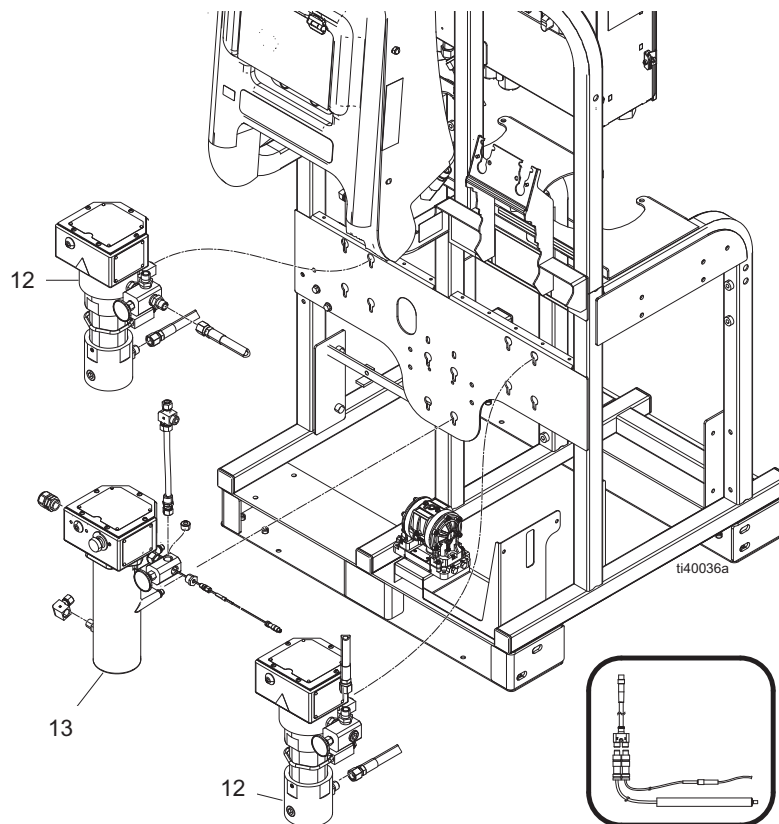

ABB. 8: Heizungen am Systemmodul
5. **Systemmodul-Heizungen:** Siehe ABB. 8. Lösen Sie die vier Befestigungsschrauben, Sicherungsscheiben und Unterlegscheiben auf der Rückseite des Heizgeräts (12 oder 13), mit denen es am Systemrahmen befestigt ist. Lassen Sie das Heizelement nach oben gleiten und bauen Sie es aus der Montageplatte aus.
6. **Zufuhrmodul-Heizungen:** Siehe Seite 60. Lösen Sie die vier Befestigungsschrauben, Sicherungsscheiben und Unterlegscheiben auf der Rückseite des Heizgeräts (226), mit denen es am Systemrahmen befestigt ist. Lassen Sie das Heizelement nach oben gleiten und bauen Sie es aus der Montageplatte aus.